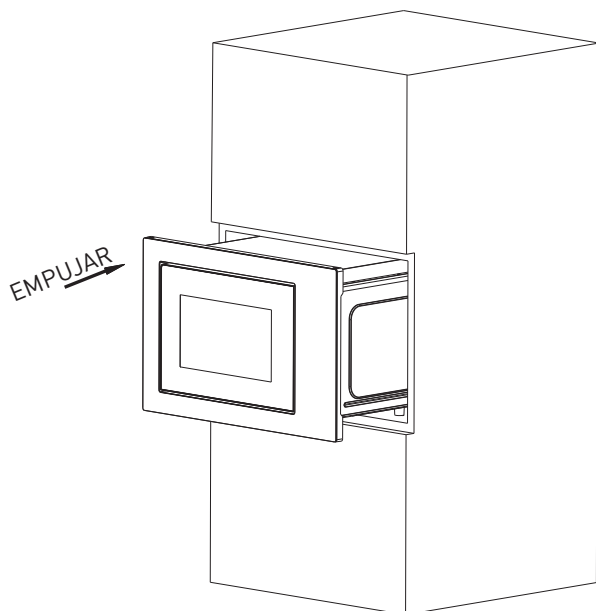

Fig. 1
a) Coloque el horno microondas en un armario empotrable y empújelo hasta el final. (Fig.1)